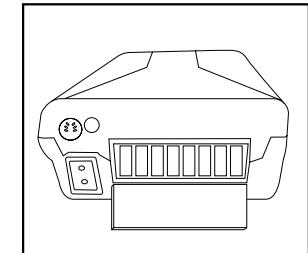

Abbildung 11
1. Der Lufteinangsfilter muss täglich überprüft werden. Der Filter befindet sich im hinteren Teil des Geräts (**Abbildung 11**).